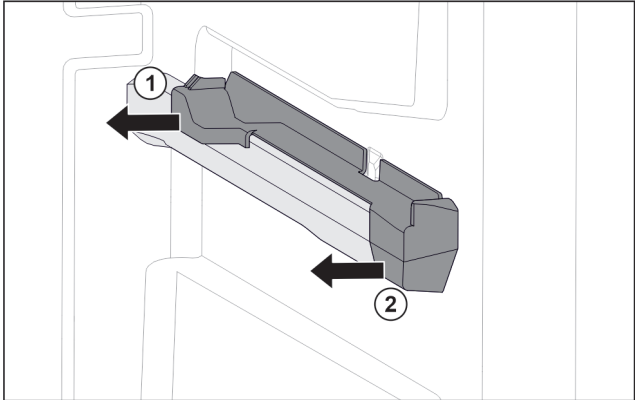

Fig. 125 右侧容器肋梁上的插装件
- 将插装件后部拉到一侧。 Fig. 125 (1)
- 将插装件前部拉到一侧。 Fig. 125 (2)